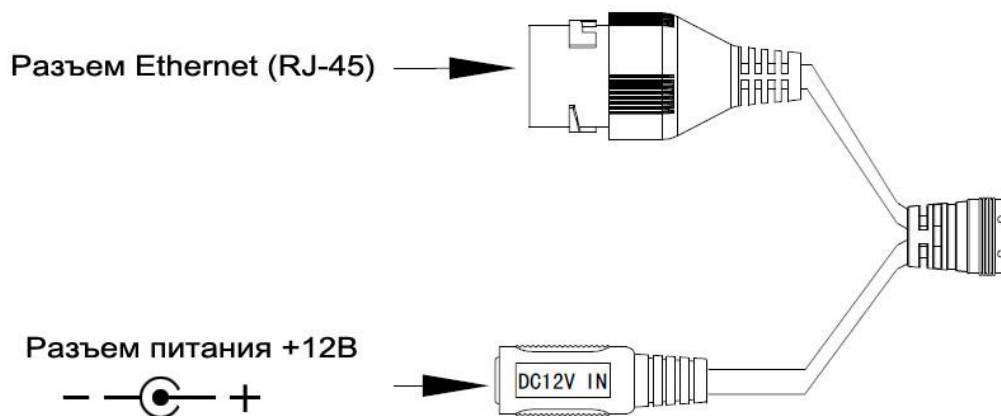

Рисунок 2
4.5 Снимите корпус с устройства и подключите соединительные провода (разъемы) в соответствии со схемой внешних подключений (рис.2) и соблюдением полярности. Неверное соединение может привести к повреждению и/или неправильному функционированию оборудования.